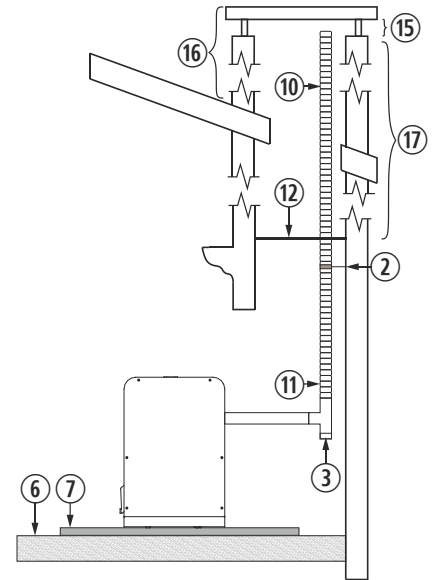

Figura 9
4.28. A instalação de um encastrável numa chaminé de obra pode ser feita em toda a sua totalidade em tubo flexível, tal como indicado na *figura 9*. Devemos ter especial cuidado na hora de realizar o isolamento entre a chaminé e o tubo da saída de gases para evitar possíveis retrocessos de gases em caso de tempestade.